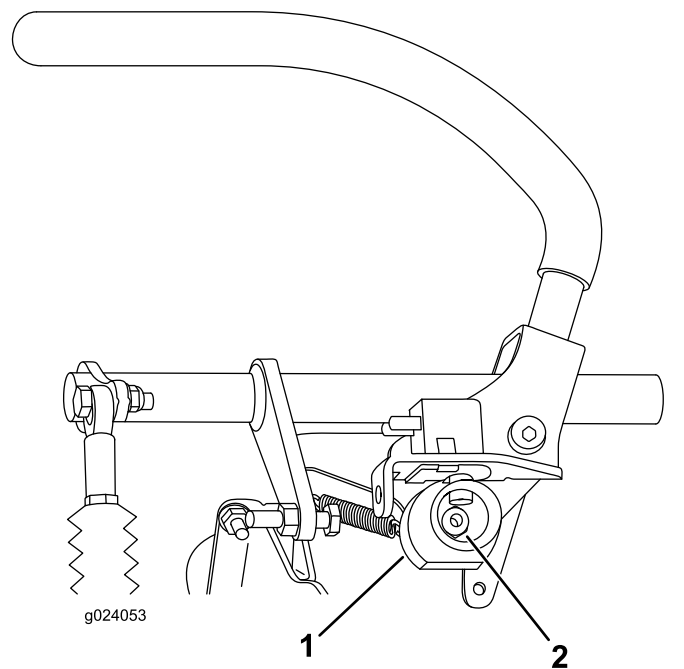

Figura 68
6. Solte a porca que fixa o excêntrico (Figura 68).